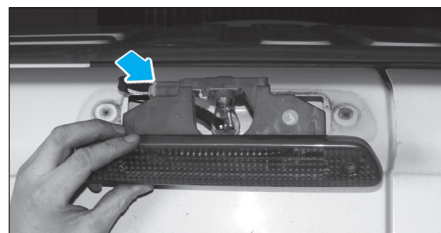

Fig. 76
- Débrancher le connecteur (Fig.76).